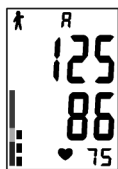

Fig. 14
2. Al termine di una misurazione o quando il dispositivo è in standby, premere “M1” o “M2” per richiamare la memoria. Premendo “M1” o “M2”, il display visualizzerà la media delle ultime tre misurazioni (Fig. 14);